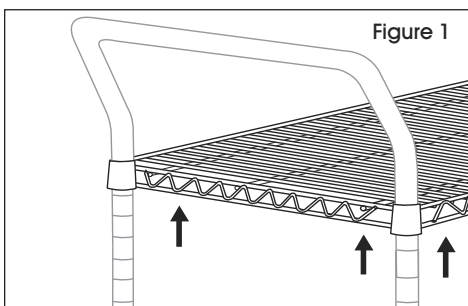

Figure 1
1. Faites glisser la tablette supérieure vers le haut sur les montants, une extrémité à la fois, les poignées vers l'extérieur. (Voir Figure 1)